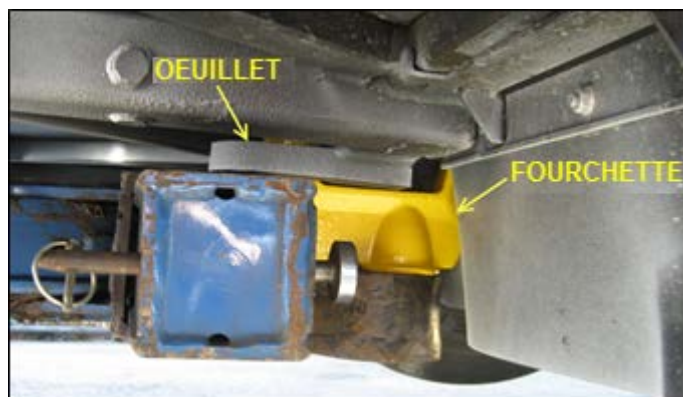

FIGURE 35
4. Ajuster le support de fourchette et déplacer à la main sous chaque oeillet de remorquage. (Figure 35).
5. Lever la barre de remorquage jusqu'à ce que les fourchettes soient bien appuyées dans les oeillets de remorquage. (Figure 35).